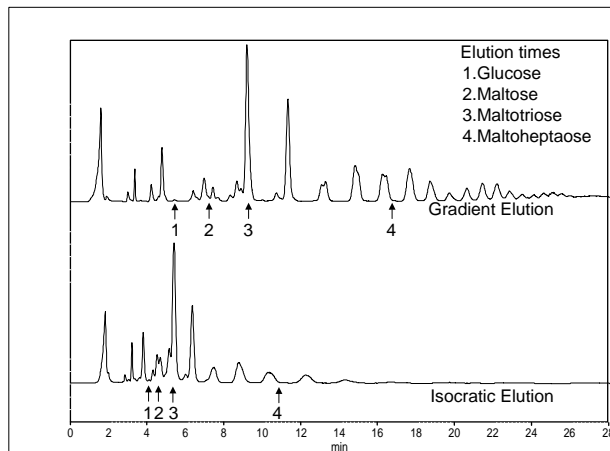
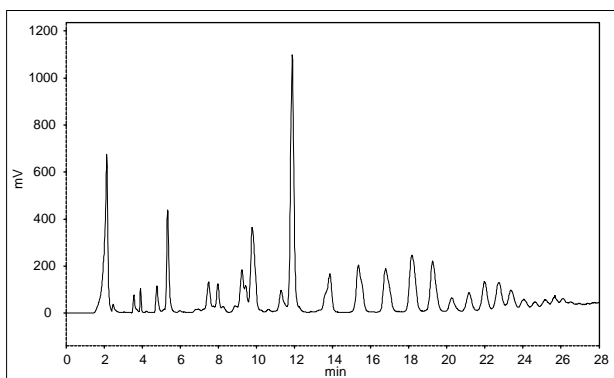
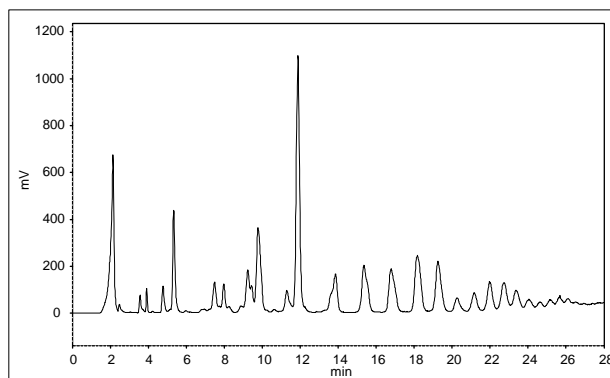

Fig.2 ビール中オリゴ糖の分析
Fig.3 ビールAのクロマトグラム
Fig.6 ビールDのクロマトグラム
Fig.2は、ビール中のオリゴ糖を一定組成溶出法およびGE法にて分析した例です。その分析条件をTable 3に示します。((1): 一定組成, (2): GE) ビールはメンブランフィルターでろ過後、10 μ L 注入しました。オリゴ糖は分岐型(1-6グリコシド結合)や直鎖型(1-4グリコシド結合)などがありますが、一般にこれらが混ざり合って溶出してきます。クロマトグラム中には、単糖および2糖、
3糖、7糖の直鎖型オリゴ糖の溶出時間を示していますが、GE法では約20量体まで効率良く分離検出できているのがわかります。また、Fig.3~6に同一GE条件による市販ビールの分析例を示します。
Mobile Phase	: (1)Acetonitrile/ Water = 6 / 4 (v / v %) (Fig.2) (2)A:Acetonitrile B:Water Linear gradient B 30% 60% (Fig.3 ~ Fig.6)